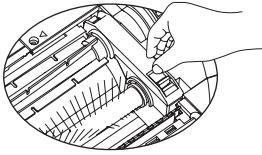

Рис. 1
2. Нажмите одной рукой на красный язычок (см. рис. 1), а другой аккуратно потяните за щетку (см. рис.2).